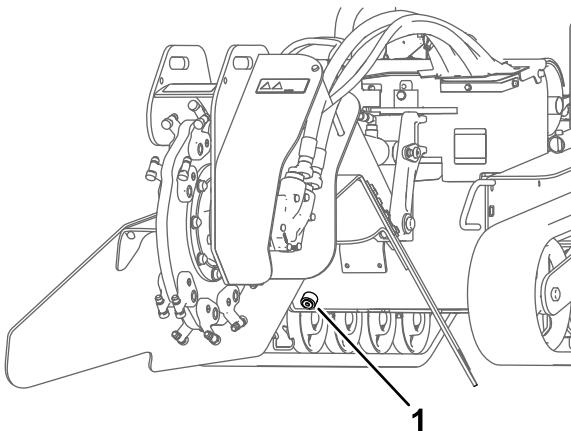

Bild 59
7. Entfernen Sie die Ablassschraube am Hydraulikbehälter und lassen das Öl in die Auffangwanne ab (Bild 59).